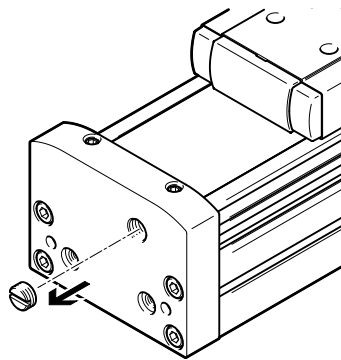

Fig. 13 Извлечение резьбового штифта
- Подсоедините подвод запирающего воздуха. Для этого извлеките резьбовой штифт на крышке и присоедините канал сжатого воздуха/вакуума → Fig.13.